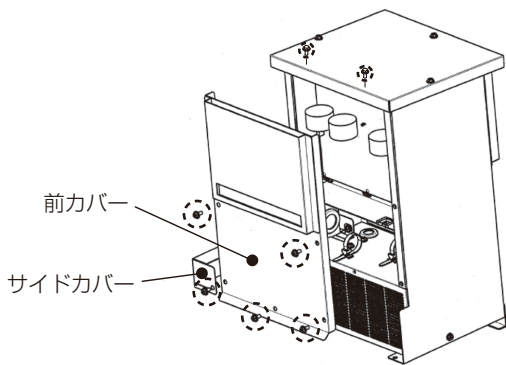

図1
(1) 前準備 (アクティブフィルター本体に付属のACCT配線を接続する)
- ①アクティブフィルターの前カバーとサイドカバーを取外す。(図1)
- ⑤前カバーとサイドカバーを、図1で(破線丸印)で示すネジ7カ所で元通り固定する。